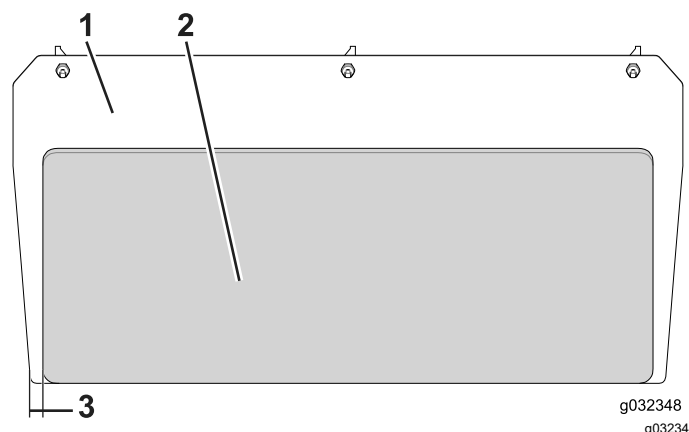

Figure 4
4. Retirez la pellicule protectrice et appliquez l'écran thermique sur le côté moteur du panneau arrière (Figure 4).
Remarque: Centrez l'écran du panneau arrière le long de la largeur du panneau à 29 mm (1 1/8 po) de chaque bord (Figure 4).